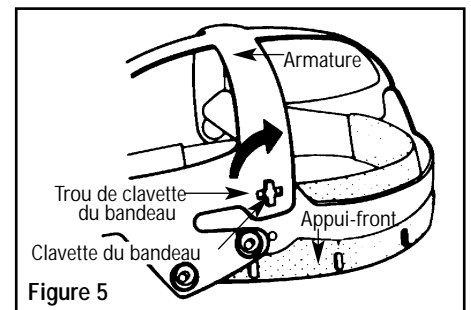

Figure 5
1. Tournez l'armature de 90°, jusqu'à ce que la clavette se déloge de son trou (voir la figure 5).